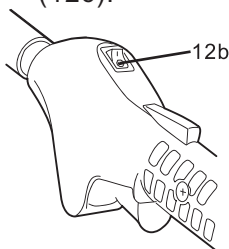

Fig. 12a
- > Mettez le bouton marche/arrêt (12b) sur "I" (fig. 12a).